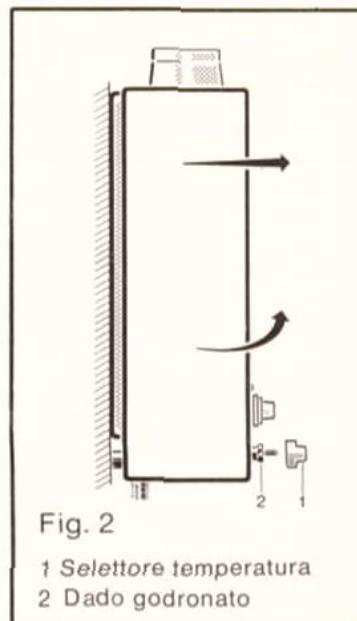

Fig. 2
- a) Smontare il pannello (vedi pagina 3, fig. 2)
- b) Togliere i gruppi camere (1) dalle molle (4)
- c) Togliere le bacinelle (2)
- d) Cambiare gli ugelli del bruciatore (3)